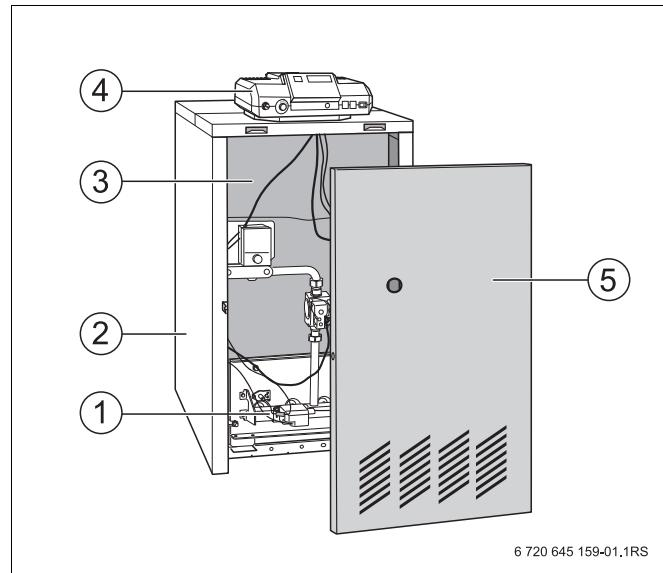

Рис. 1 Специальный газовый отопительный котел Logano G124 WS
Отопительный котел Logano G124 WS (Рис. 1) оснащен на заводе встроенной газовой горелкой и системой управления.
- Котловый блок с теплоизоляцией (Рис. 1, **поз. 3**) и газовой горелкой (Рис. 1, **поз. 1**). В котловом блоке тепло, производимое горелкой, передается воде, циркулирующей в системе отопления.
- Ошивка (Рис. 1, **поз. 2**) и передняя стенка котла (Рис. 1, **поз. 5**). Обшивка котла и теплоизоляция препятствуют потерям энергии.
- Система управления (Рис. 1, **поз. 4**). Система управления служит для контроля и регулирования отопительной системы.